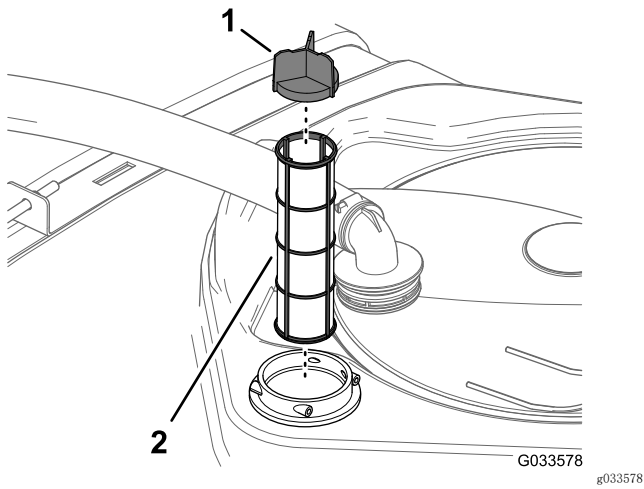

图54
4. 从药缸内的过滤器外壳中拆除旧的吸入式过滤器（图54）。